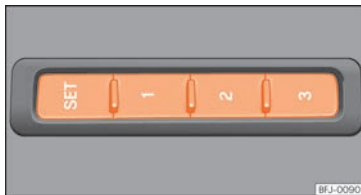

Abb. 146 Außen am Fahrersitz: Memorytasten
- Taste **SET** länger als 1 Sekunde drücken »» **Abb. 146**.
- Taste  gedrückt halten »» Abb. 146.